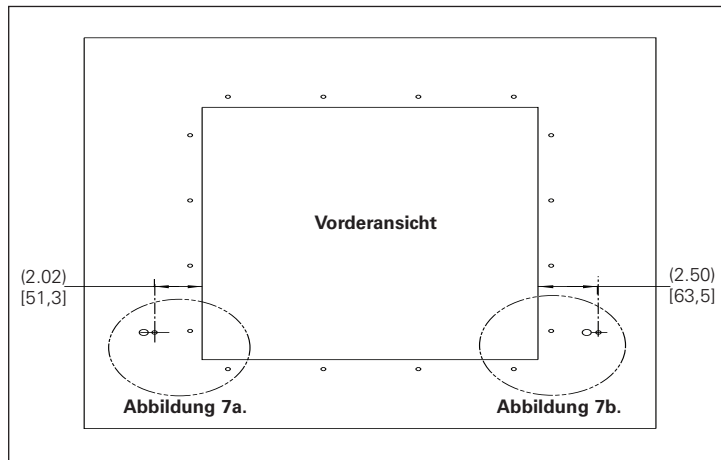

Abbildung 7. Bohrbild Gehäuse für Montage Verklönkung; Maßangaben (mm)
Schritt 3: Bohren Sie in die Schaltanlagentür entsprechen **Abbildung 7** die Befestigungsbohrung für die Verklantung.